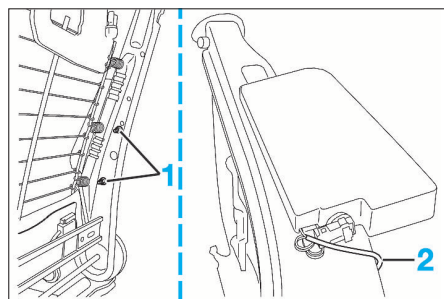

FIG. 9
- Déposer les fixations (1) (Fig.9) du coussin.